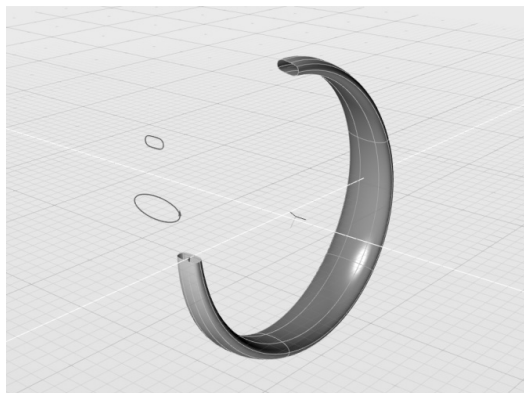

图 4-78 重新绘制一个放样 8.5 曲面
4) 再次使用文件中的曲线构建一个新的放样 8.5 曲面，但这次在拾取剖面曲线时，可按照“剖面#01”→“剖面#02”→“剖面#01”的顺序选择；当提示“拾取基础路径曲线”时，仍然选择开放曲线，获得结果如图 4-78 所示。